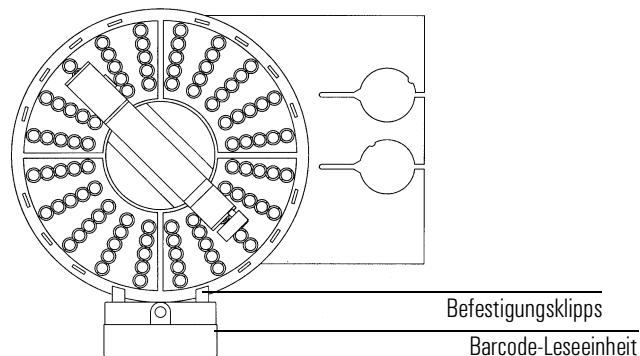

Abbildung 5 Korrekte Einbaulage der Barcode-Leseinheit
2. Befestigen Sie die Barcode-Lesekopf-einheit auf der Vorderseite der Proben-tellerbasis durch Einsetzen der beiden Befestigungsklipps in die Befesti-gungsöffnungen auf der Seite der Proben-tellerbasis. Siehe Abbildung 5.